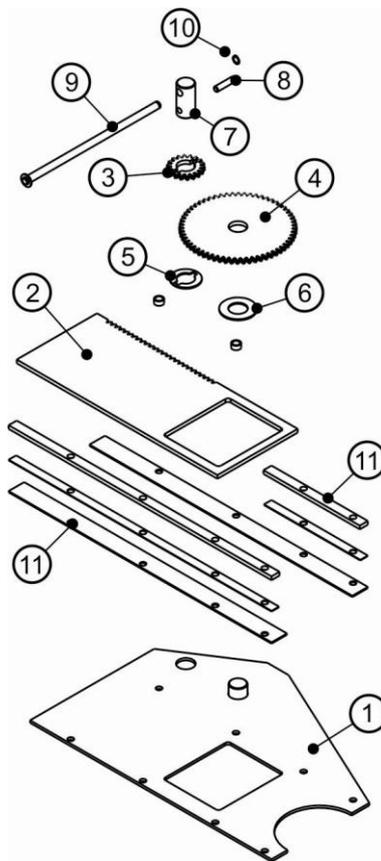

Рис.16 Плоский затвор
Плоский затвор (Рис.16) с реечным механизмом открывания и закрывания состоит из: подкладной плиты (1), шибера (2) с окном и зубчатой рейкой, малой (3) и большой (4) шестерен, фигурной (5) и проставочной (6) шайб, оси (7), штифта (8), рукоятки (9) со стопорным кольцом А20 ГОСТ 13942 (10).